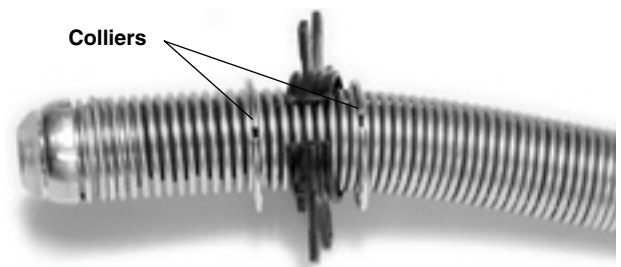

Figure 21 – Guide et colliers en position sur le ressort.
1. Positionnez le guide de centrage et ses deux colliers sur le ressort, avec le guide de centrage entre les colliers (Figure 21).